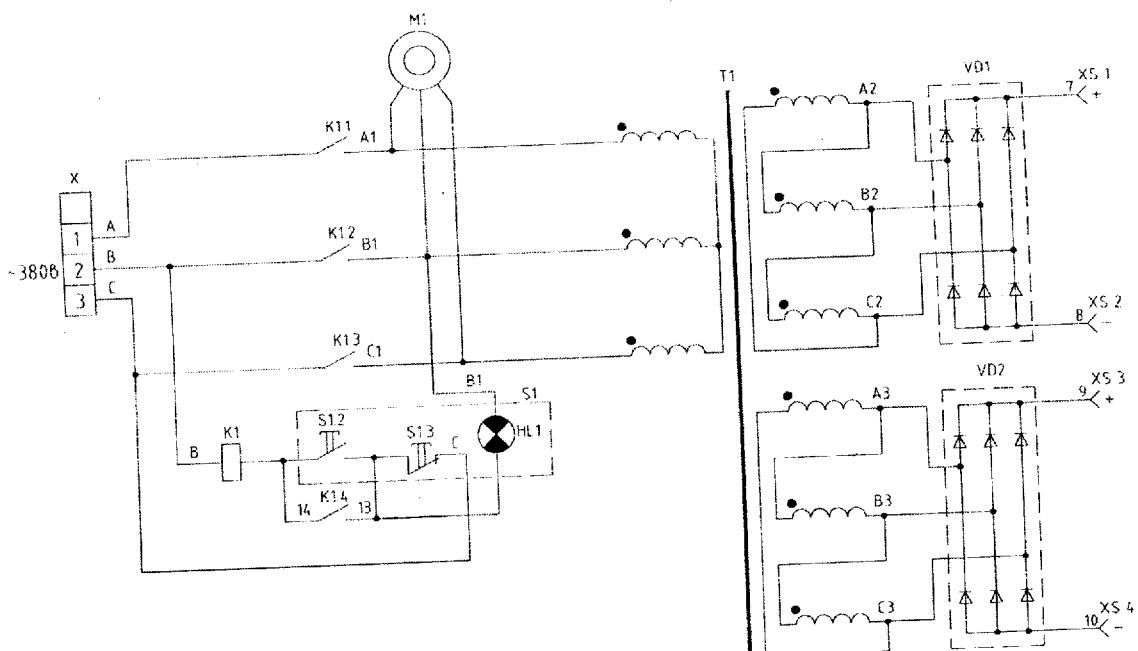

Рис.2
- 3.2. Принципиальная схема выпрямителя приведена на рис.2 Трехфазный силовой трансформатор T1 с магнитным шунтом подключен к сетевому кабелю через контакты магнитного пускателя K1. Первичные обмотки трансформатора включены «звездой», а вторичные «треугольником.